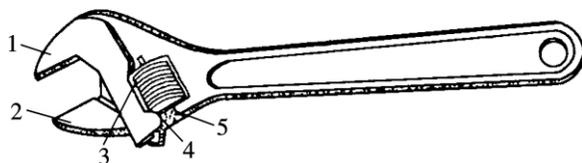

图 1-6 活动扳手
(4) 活动扳手。活动扳手的开口尺寸能在一定的范围内任意调整,使用场合与开口扳手相同,但活动扳手操作起来不太灵活。如图 1-6 所示,其规格是以最大开口宽度 (mm) 来表示的,常用的有 150 mm、300 mm 等,通常是由碳素钢(T) 或铬钢(Cr) 制成的。